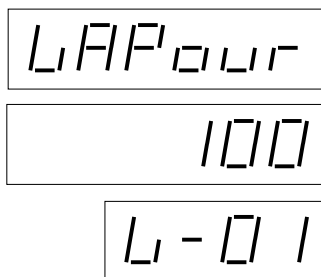

Рис. 21 Отображение параметра калибровки отсасывания
- в строке цены за единицу отобразится „V-“ и номер параметра калибровки отсасывания *см. рис. 21.*